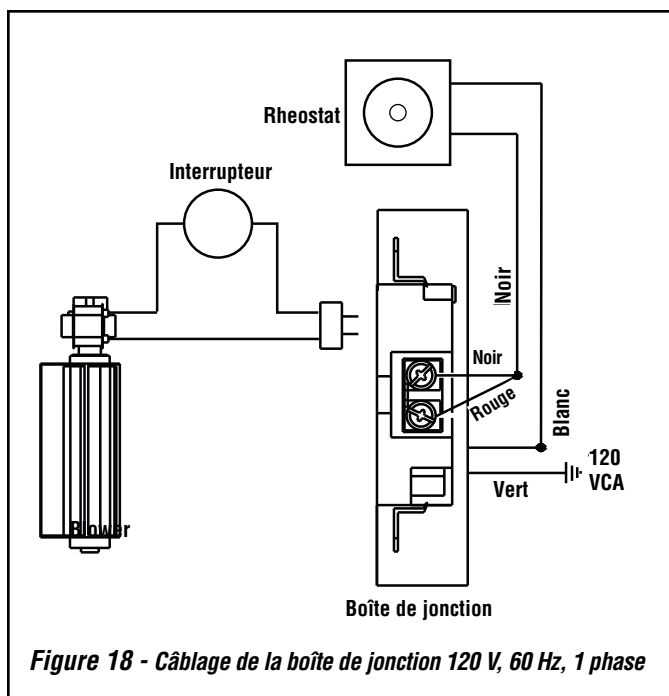

Figure 18 - Câblage de la boîte de jonction 120 V, 60 Hz, 1 phase
4. Faites passer les fils d'alimentation dans le passe-fil du couvercle et dans la boîte de jonction de l'unité (figure 18).
5. Connectez le fil de terre au fil en tire-bouchon fixé à la vis de terre verte de la prise (figure 18). Fixez le câble d'alimentation conformément au code NEC ou aux codes locaux.